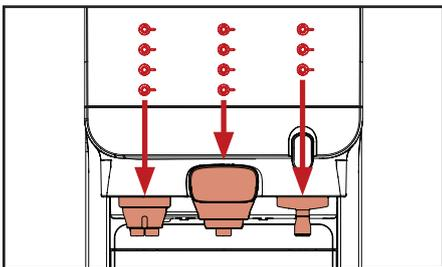

Fig. 4.4 – Botões correspondentes às saídas
1. Coloque a xícara diretamente debaixo da saída de sua seleção (fig. 4.4)